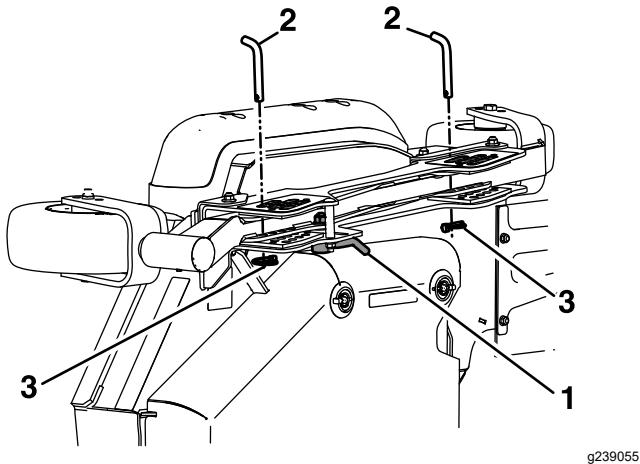

Figure 27
- Débloquez les verrous à came situés sur le profilé de hauteur de coupe du tablier latéral (Figure 27).
- Placez le tablier latéral à la hauteur adéquate et reposez les goupilles de hauteur de coupe et les goupilles à anneau (Figure 27).